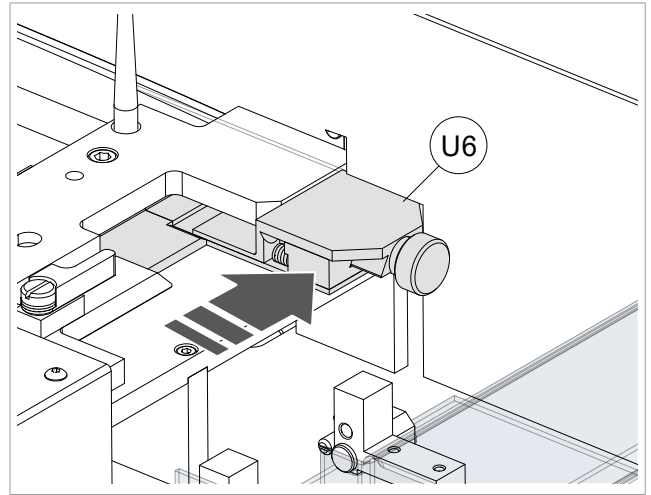

Bild 122
- 14) Das Plättchen (U6) gegen den Schieber bringen und sicherstellen, dass es zum Anschlag kommt (Bild 122).